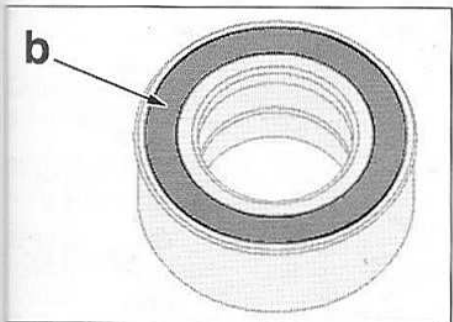

FIG.29
• Poser le roulement neuf sur le pivot en veillant à orienter sa face magnétique (b) côté transmission (Fig.29).